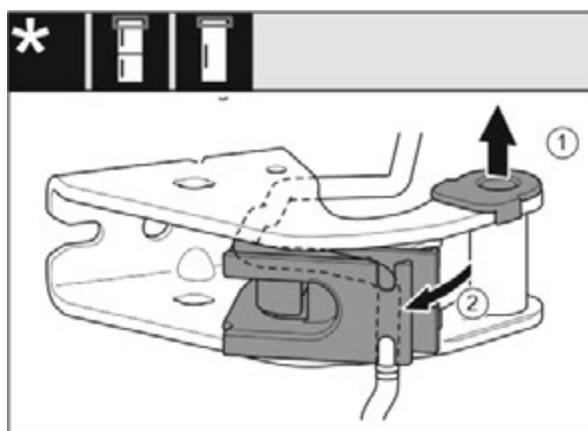

Fig. 21
- Витягніть із напрямної опорну втулку. Fig. 21 (1)
- Поверніть вбік тримач кабелю. Fig. 21 (2)